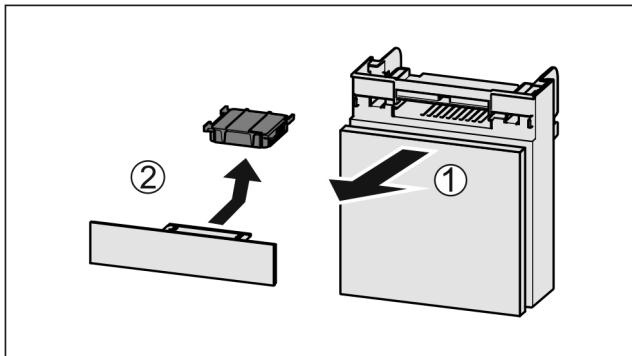

Fig. 170
- ▶ Zásuvku vytáhněte dopředu Fig. 170 (1).
- ▶ Filtr s aktivním uhlím vyjměte Fig. 170 (2).